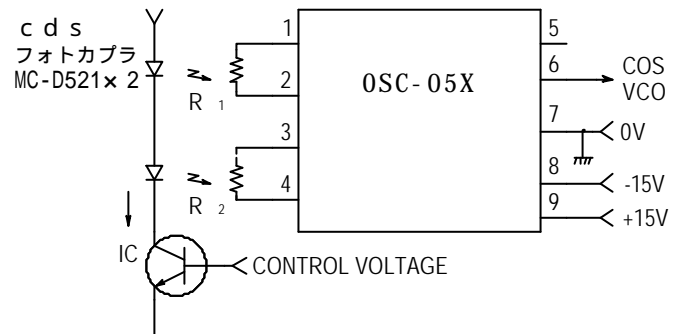

図 2
- 外付け抵抗を可変することにより、可変周波数発振回路を実現できますが、抵抗値が揃っていないと特性が劣化します。図 2 のような低周波 VCO を構成する場合は、特性の揃ったフォトカプラを御使用ください。